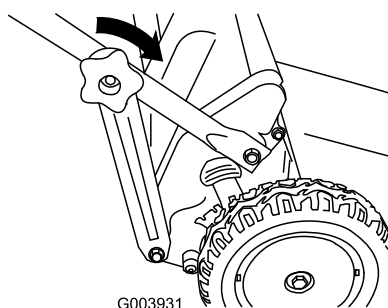

Figura 17
3. Instale los pomos del manillar inferior y apriételos todo lo que pueda (Figura 17).